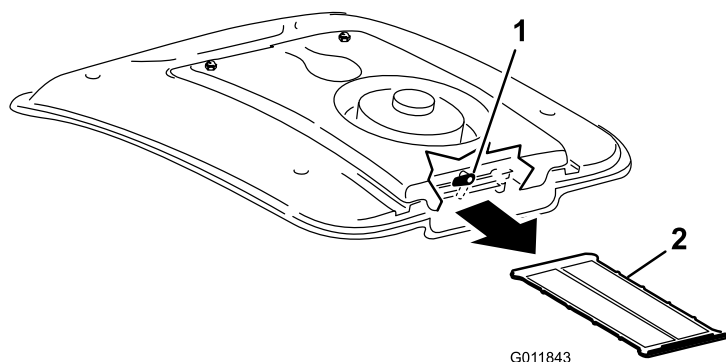

図 74
2. ファンマウントの後部についているラッチを上に戻して横向きにする（図 74）。
3. エアコンコイルからスクリーンを引き出す（図 74）。
4. スクリーンを圧縮空気ですていねいに洗浄する（図 74）。